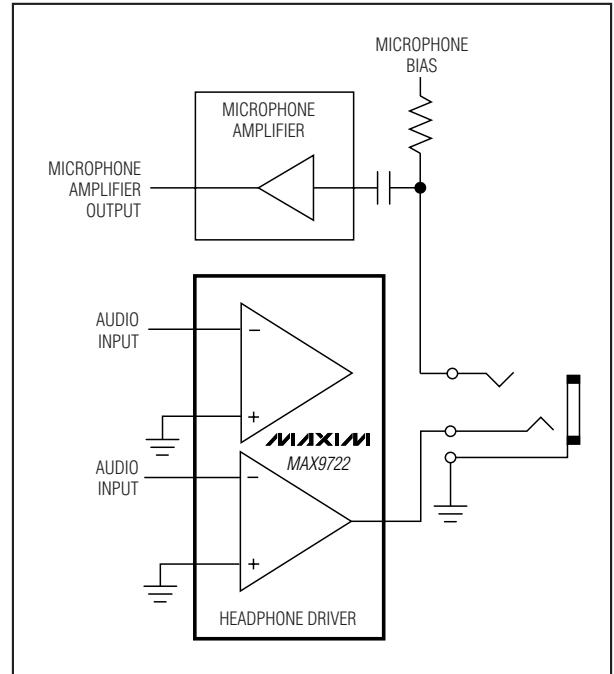

图3. Earbud扬声器/麦克风相组合的耳机配置
- 当麦克风与扬声器组合使用时，麦克风通常需要一个GND参考点。塞孔上的放大器直流偏置会与麦克风的要求（图3）相冲突。